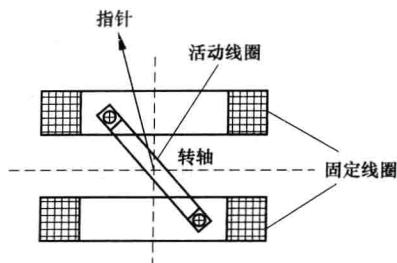

图 1-4 电动式仪表测量机构
(1) 结构。电动式仪表的测量机构如图 1-4 所示，主要由固定线圈、活动线圈、转轴、游丝等构成。
(2) 工作原理。当被测电流通过固定线圈和活动线圈时，在两线圈所在的空间中心区产生一均匀近似磁场，当电流流过活动线圈时，该线圈就在固定线圈形成的磁场作用下发生偏转，由于转轴上游丝恢复力矩的作用，使其最终停在平衡位置，由指针可读出被测量的数值。
(3) 作用。电动式仪表的线圈可以通过交直流电流，所以电动式仪表可以做成准确度高的交直流电压表和电流表，也可以做成功率表、相位表和频率表等。